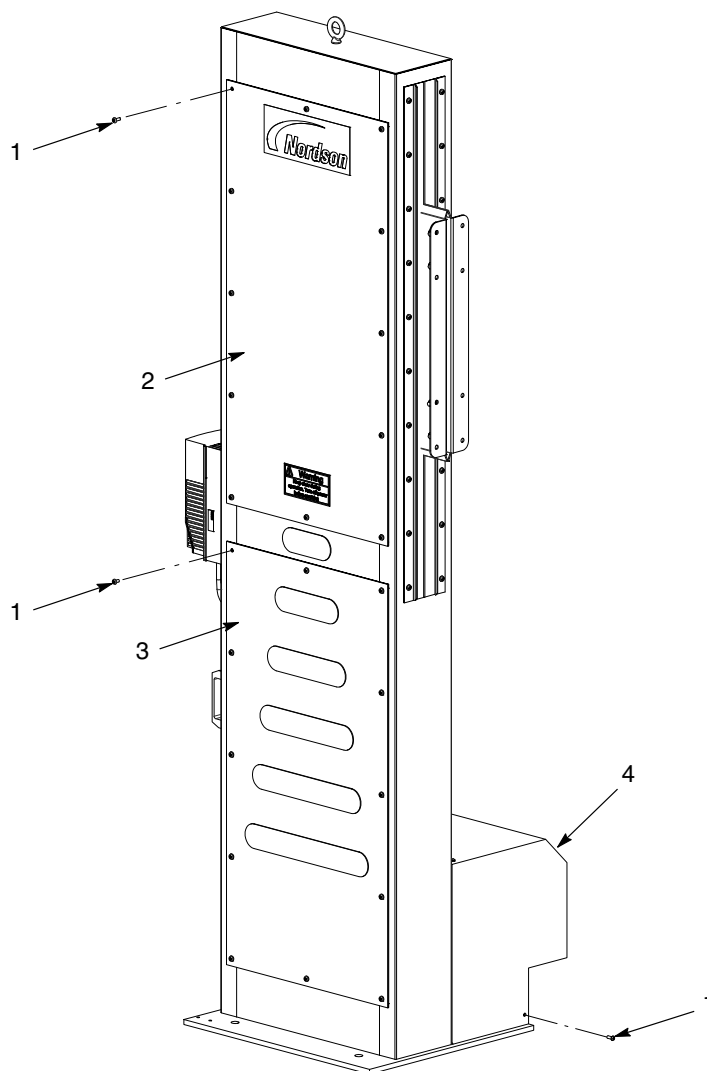
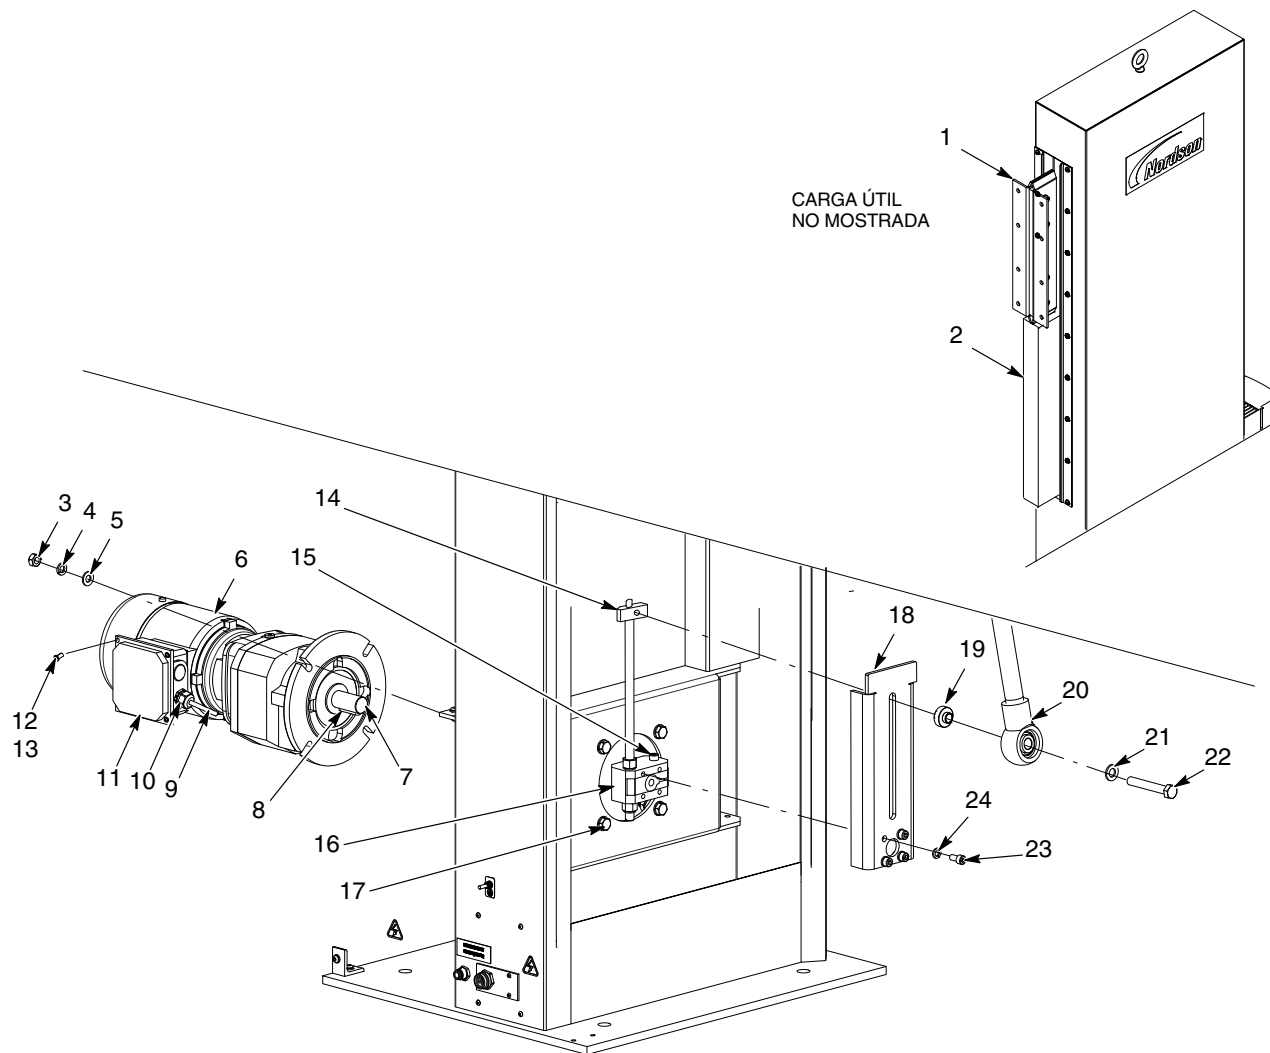

Figura 11 Extracción de las cubiertas
Figura 13 Sustitución de motor de engranajes
1. Ver la figura 11. Extraer los tornillos (1) desde el panel aplicable (2, 3) o la cubierta del motor de engranajes (4) para obtener acceso a la pieza del oscilador.
1. Ver la figura 13. Desplazar el carro de pistolas (1) a la parte superior de la posición de carrera. Utilizar un bloque (2), tal y como se muestra para soportar el carro de la pistola (1).
- a. Retirar los tornillos (12) y las arandelas de bloqueo (13) que fijan la cubierta a la caja de conexiones (11).
- c. Extraer el prensaestopas del cable (10) y guardarlo para utilizarlo con el nuevo motor de engranajes.
- d. Desconectar los cables en la caja de conexiones (11). Tirar del cable (9) con cuidado para extraerlo de la caja de conexiones.
4. Extraer el panel de acceso inferior, tal y como se muestra en la figura 11.
5. Extraer el tornillo de la barra de conexión inferior (22), la arandela (21), y el separador (19). Extraer los cuatro tornillos del brazo del par (23) y las arandelas (24) desde el buje (16) para extraer el brazo del par (18).
6. Soltar el tornillo M8 (15) para extraer el buje (16) del eje del motor de engranajes (7).
7. Extraer las tuercas (3), las arandelas de bloqueo (4), y las arandelas planas (5) que fijan el motor de engranajes (6), y extraer el motor de engranajes del oscilador. No extraer los tornillos (17).
8. Instalar el nuevo motor de engranajes utilizando las tuercas (3), las arandelas de bloqueo (4), y las arandelas planas (5). Apretar las tuercas a 50 N•m (37 pies-lb).
9. Instalar la chaveta del eje (8) en el motor de engranajes nuevo (6).
10. Guiar el buje (16) al eje del motor de engranajes hasta que toque fondo y apretar el tornillo M8 (15).
- a. Conectar la barra de reacción (18) al buje (16) utilizando los tornillos (23) y las arandelas (24). Apretar los tornillos a 26 N•m (19 pies-lb).
- b. Conectar las juntas tóricas (20) de nuevo al brazo del par (18), atornillando el tornillo de la barra de conexión inferior (22) a la arandela (21) y el separador (19) a través del brazo del par (18) y con el bloque de ajuste de carrera (14). Par a 120-135 Nm (90-100 pies-lb).